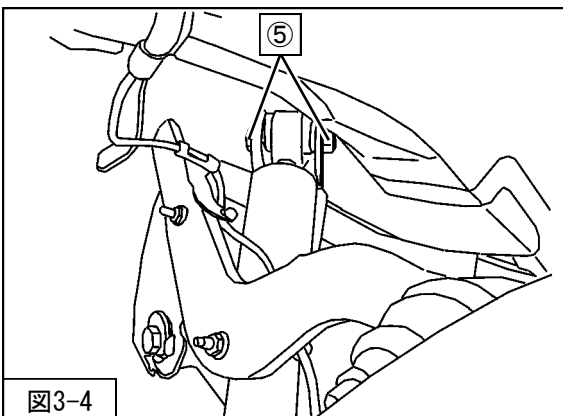

図3-4
6. ⑤リアショックアブソーバASSYアッパー取付ボルト・ナットを取外してください。(図3-4)